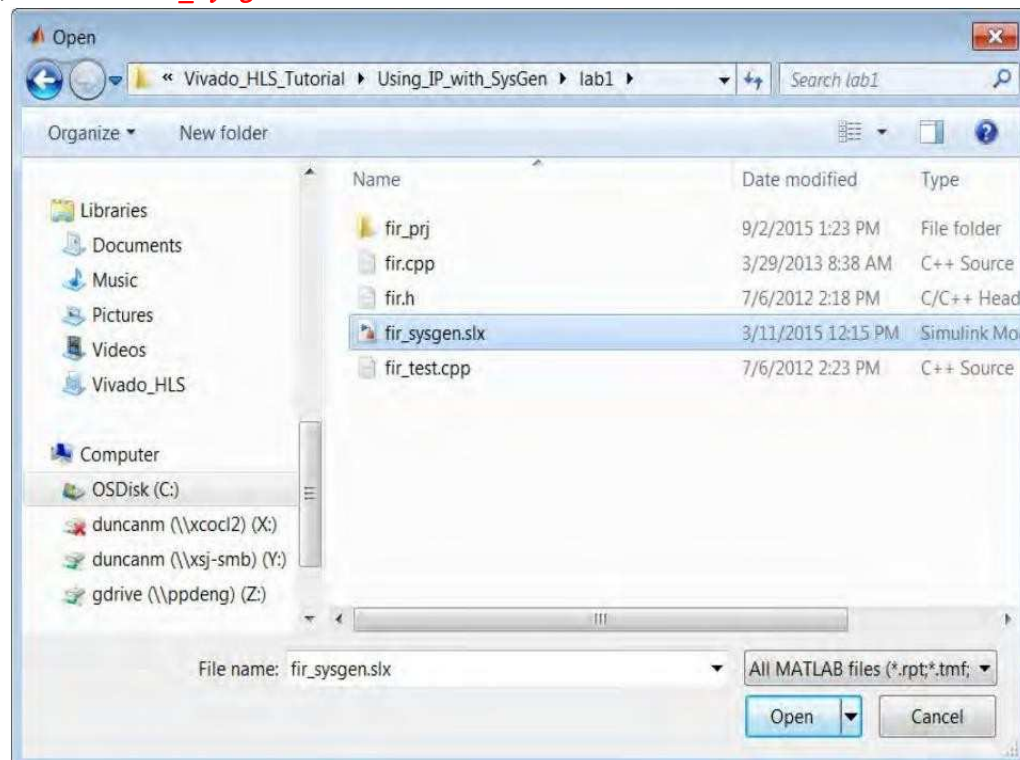

图 11-4: 选择文件 fir_sysgen.slx
3. 导航到教程目录 **Vivado_HLS_Tutorial\Using_IP_with_SysGen\lab1** 并选择如图 11-4 所示的文件 **fir_sysgen.slx**